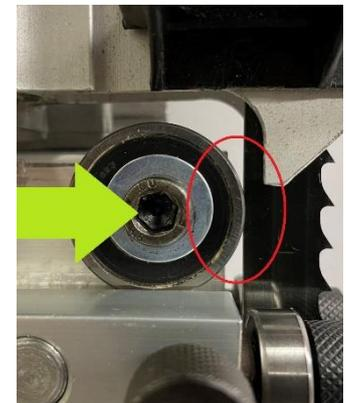

Figure 34
- Positionieren Sie das Lager in Kontakt mit der Klinge (Fig 34)